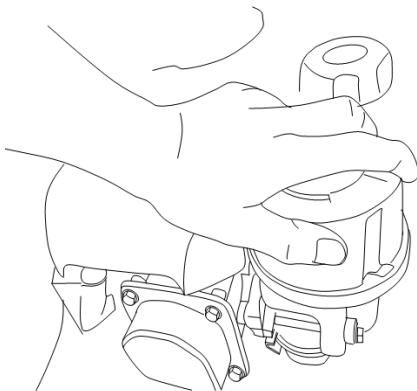

Fig.18
1. Ecartez les pattes du logement du filtre à air (Fig. 18) et retirez le couvercle du filtre à air.